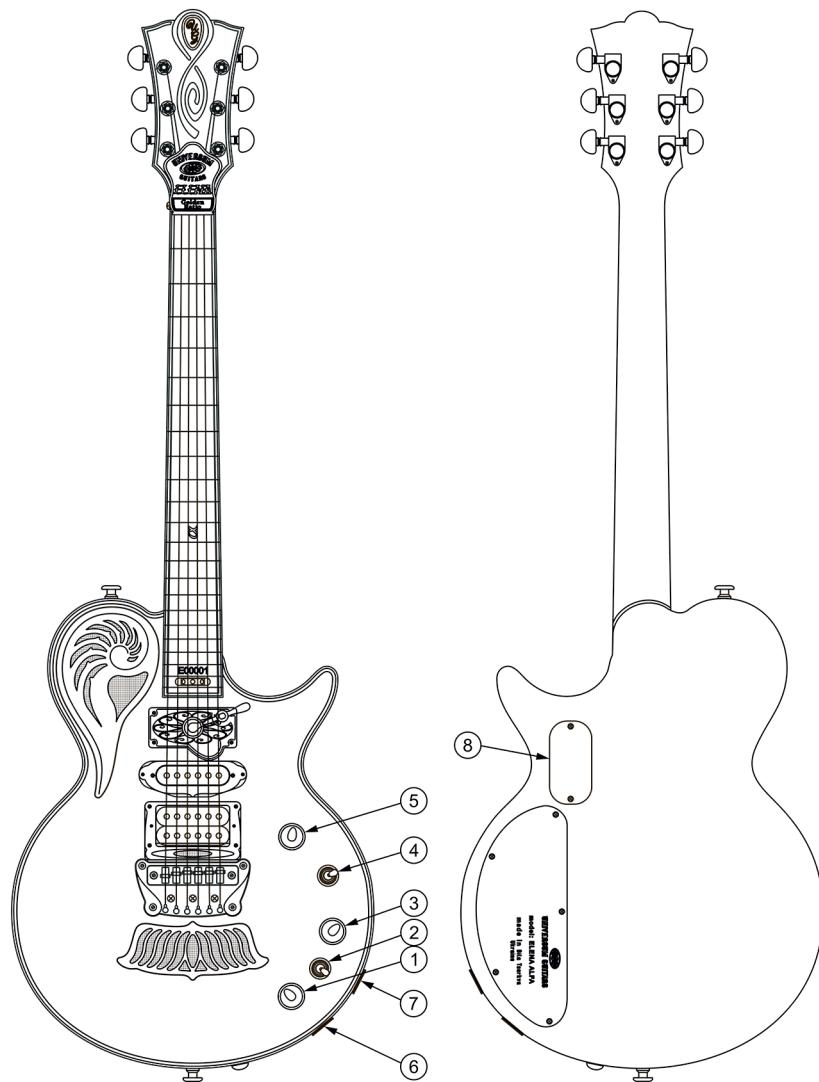

Рис. 17
Система имеет два режима работы – акустический (микрофонный звукосниматель) и комбинированный (микрофонный и электромагнитные звукосниматели). Переключение режимов осуществляется трехпозиционным переключателем-микшером (Рис.17 поз.2).
- переключателя включения-выключения системы (Рис.17 поз.3);
Звучание гитары при работе автономной мониторной системы может незначительно изменяться, при переключении трехпозиционного переключателя-селектора, переключающего комбинации коммутирования электромагнитных звукоснимателей (Рис.17 поз.4).
- Выходные разъемы – акустический (Рис.17 поз.7) и электромагнитный (Рис.17 поз.6).
- Элементы питания – 2 шт. (Рис.17 поз.8).
- 1) Ручка потенциометра регулировки громкости микрофонного звукоснимателя (Рис.17 поз.1). Регулирует громкость микрофонного звукоснимателя в акустическом (акустический звукосниматель) и комбинированном (микрофонный и электромагнитные звукосниматели) режимах работы.
- 2) Ручка трехпозиционного переключателя-микшера (Рис.17 поз.2):
- 3) Ручка потенциометра регулировки тона с двухпозиционным переключателем типа “Push-Pull” (Рис.17 поз.3):
- 4) Ручка трехпозиционного переключателя-селектора (Рис.17 поз.4): переключает комбинации коммутирования электромагнитных звукоснимателей.
- 5) Ручка потенциометра регулировки громкости электрогитары (Рис.17 поз.5) в электромагнитном режиме работы (электромагнитные звукосниматели).